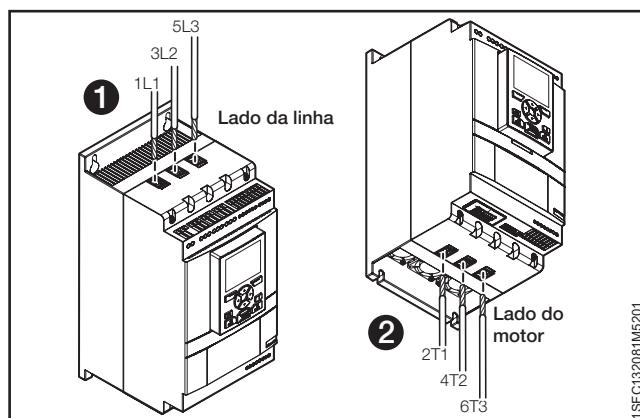

Figura 5.2
Utilize conexão cabeadas para o PSTX30...105 consulte a **Figura 5.2** e a conexão de terminal para o PSTX142...570 consulte a **Figura 5.3**.
- Conecte o lado da linha nos terminais 1L1, 3L2, 5L3, consulte **1** na **Figura 5.2** e **Figura 5.3**.
- Conecte o motor nos terminais 2T1, 4T2, 6T3 no lado do motor, consulte **2** na **Figura 5.2** e **Figura 5.3**.